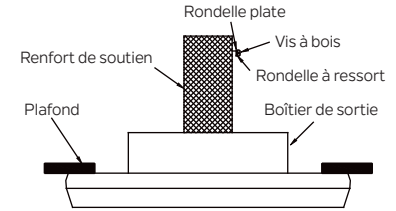

Fig. 11
**Étape 1.** Enfoncez une vis à bois et des rondelles dans le côté de l'entretoise qui maintient le boîtier de sortie. Laissez 3 mm (1/8") d'espace entre le renfort de support et la rondelle. (Fig. 11)